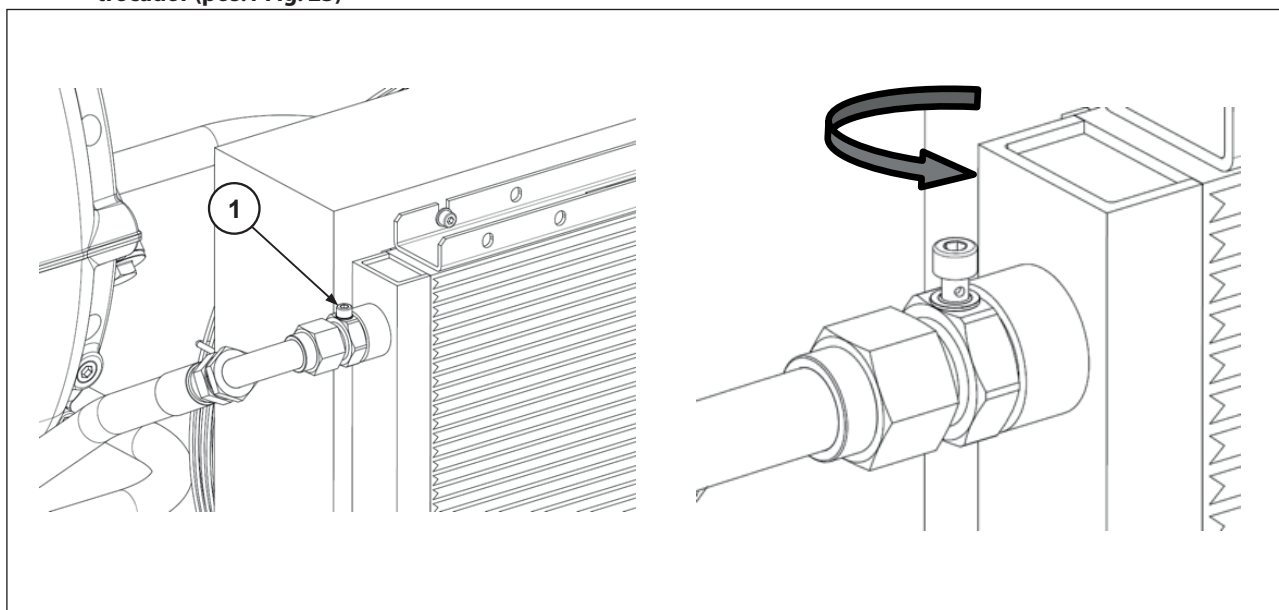

Fig. 23
Se, após esse tempo, nenhuma pressão for detectada no manômetro pos.b, prossiga com a purga do ar do circuito abrindo o parafuso de alívio na conexão da conduta de descarga do trocador (pos.1 Fig. 23)